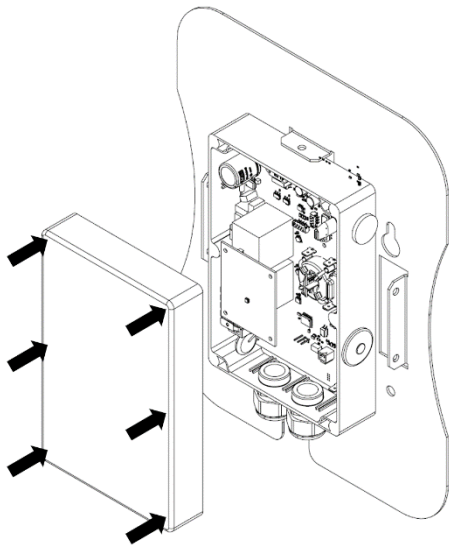

Abbildung 8 Deckel mit Box und Rückplatte
- 12.** Den Deckel des Elektronikgehäuses (Abb. 8) aufsetzen und die sechs Schrauben festziehen (2,5 Nm). Das mit dem Deckel verschraubte Druckausgleichselement muss bei der Montage nach unten zeigen.